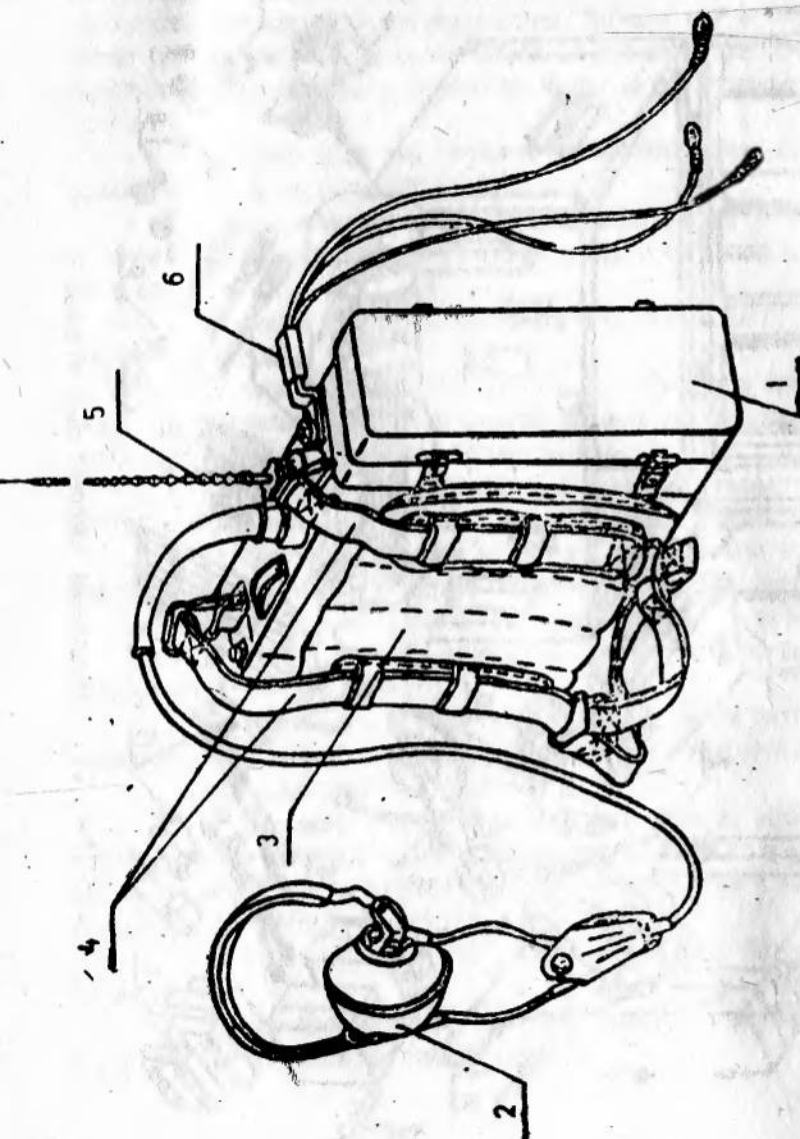

рис. 3. рабочий комплект радиостанции (вид спереди)
Рабочий комплект радиостанции (рис. 3) имеет в своем составе: приемопередатчик (1), две аккумуляторные батареи 2НКП-20 или 2НКП-24 с кабелями для их подключения и амортизаторами, гибкую штыревую антенну (5), заплетные ремни (4), амортизатор-подушку (3), трехлучевой противовес (6) и микротелефонную гарнитуру (2).